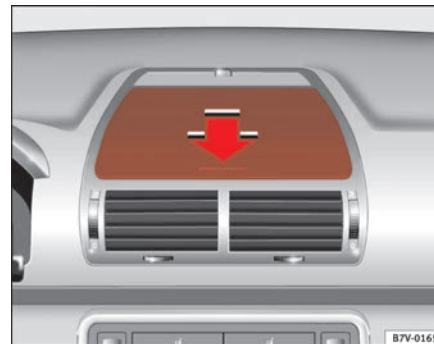

Abb. 99 Ablagefach in
**Zum Öffnen** des Anlagefachs in Pfeilrichtung auf den Bereich in der Nähe der Luftaustrittsdüsen (gepunkteter Bereich) drücken. Das Ablagefach wird durch Federwirkung geöffnet ⇒ Abb. 99.